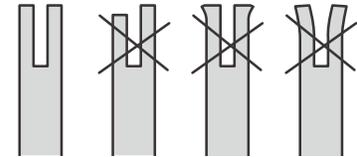

Fig. 48
5. Verifique a “ranhura” da guia quanto a desgaste: segure uma régua (extremidade reta) contra a lateral da guia e as “platinas laterais”. Se houver uma folga entre a régua e a guia, a “ranhura” da guia está normal. Se não houver folga (a régua fica encostada à lateral da guia), a “ranhura” da guia está desgastada e tem de ser substituída por uma nova do mesmo tipo (Fig. 48).